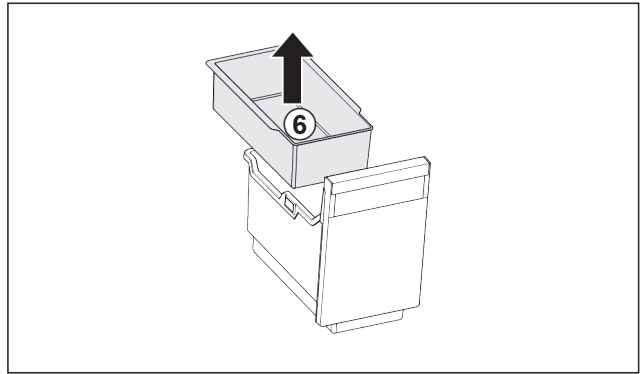

Fig. 34
- ▶ Извадете окачващата се поставка Fig. 34 (6).